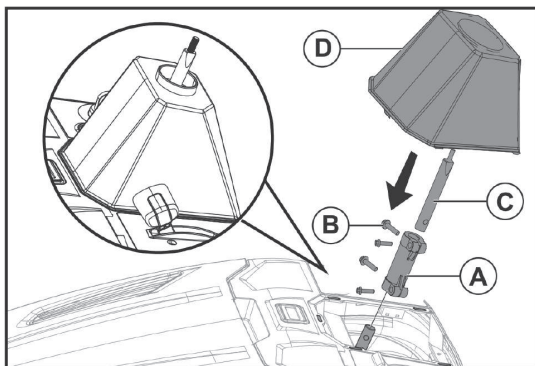
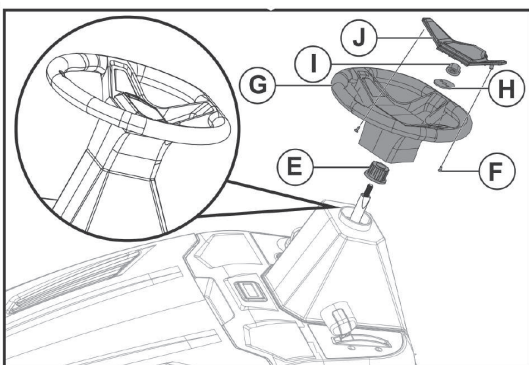

Рис. 8.1
Рис. 8.2
Установка рулевой колонки (Рис. 8.1 и Рис. 8.2).
2. Вставьте удлинитель рулевого механизма (Поз. С, Рис. 8.1) в центр крепежной втулки (Поз. А). Надежно закрепите втулку с удлинителем четырьмя болтами с шестигранными головками М8.
4. На рулевой вал (С) установите ограничительную втулку со шлицами (Поз. D, Рис. 8.2).
5. Совместите рулевое колесо (G) с рулевым валом (С), сдвигайте его вниз по валу до тех пор, пока оно не встанет на шлицы втулки (Е), и закрепите рулевое колесо гайкой М12 (I), предварительно установив на вал (С) шайбу (Н). Усилие затяжки гайки 24Нм.
7. Закрепите накладку (J) на рулевом колесе (G) с помощью двух болтов (F).